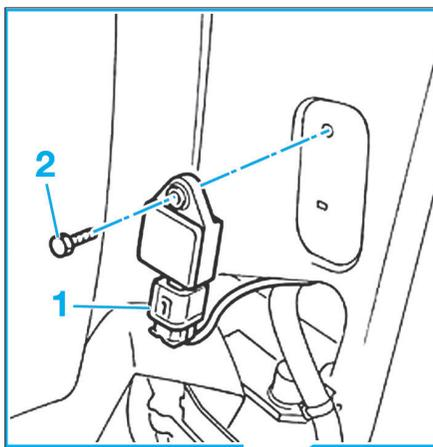

FIG. 13
- Débrancher le connecteur (1), puis déposer la vis (2) (Fig.13).